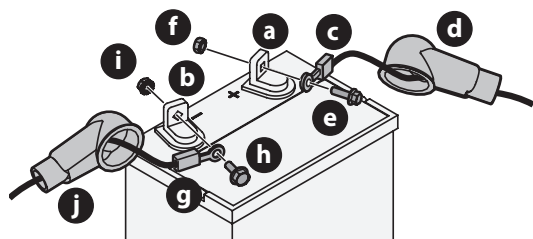

Fig. 21
NOTA: el terminal positivo de la batería está marcado como Pos. (+). El terminal negativo de la batería está marcado como Neg. (-) (Fig. 21).
3. Deslice el manguito negro (j) desde el terminal negativo de la batería (b) y retire el perno (h) y la tuerca hexagonal (i) que aseguran el cable negro (g) al terminal negativo de la batería (b). Aleje el cable del terminal negativo de la batería (Fig. 21).
4. Deslice el manguito rojo (d) desde el terminal positivo de la batería y retire el perno (e) y la tuerca hexagonal (f) que aseguran el cable rojo (c) al terminal positivo de la batería (a) (Fig. 21).